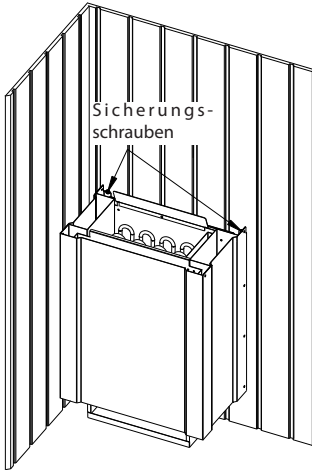

Abb. 6
an der Wand (Abb. 6) oder seitlich, wie in Abb.
1. 8. Das beiliegende Strahlblech, wie in Abb. 6